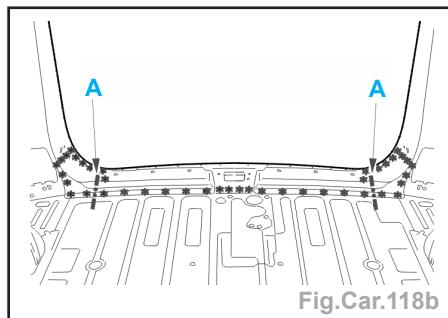

Fig.Car.118b
- Découper par fraisage des points et à l'aide d'une meule épaisseur 1 mm, découper partiellement le panneau (suivant A) (Fig.Car.118b).